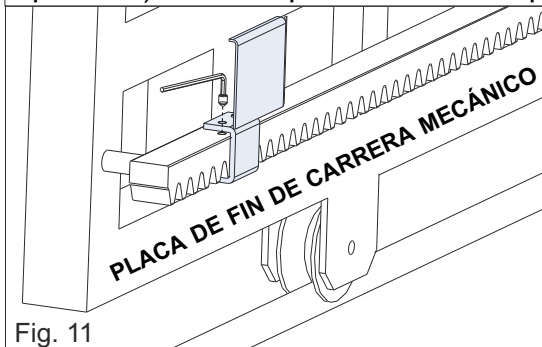

Fig. 11
- **FINAL DE CARRERA MECÁNICO:** posicionar la placa (Fig. 11) en la cremallera según la posición deseada de final de carrera (Fig. 14); fijar la placa en la cremallera con los tornillos suministrados.